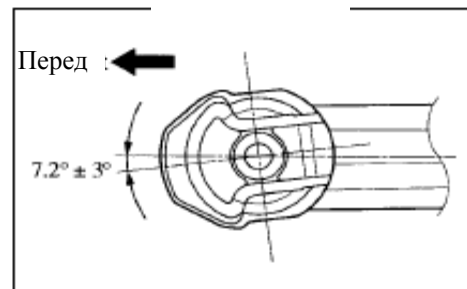

Рис. 225
- (1) Установите левую подушку балки заднего моста, как показано на рисунке(рис. 225)
- (2) Запрессуйте подушку в балку заднего моста